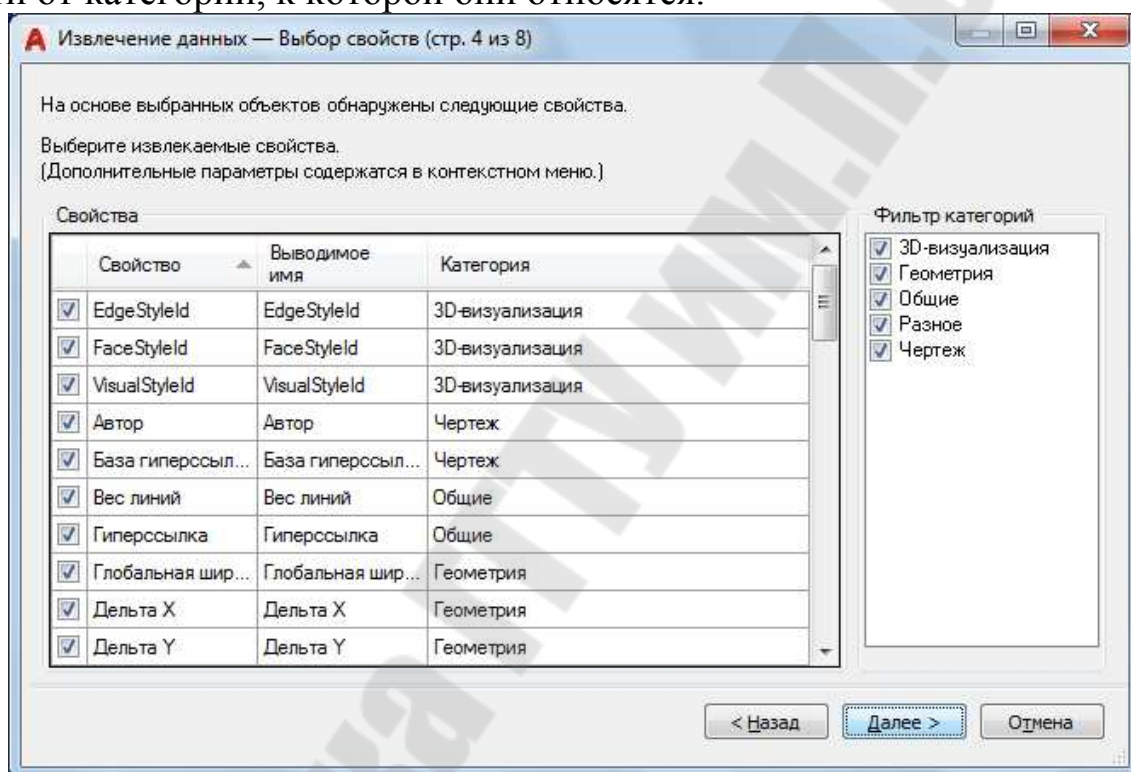

Рис. 2.142. Диалоговое окно «Извлечение данных – Выбор свойств»
**Шаг 4. Выбор свойств** – управление извлечением свойств объекта, блока и чертежа (рис. 2.142). В диалоговом окне построчно отображаются обнаруженные свойства обнаруженных объектов для извлечения данных, которые можно извлечь полностью или в зависимости от категории, к которой они относятся.